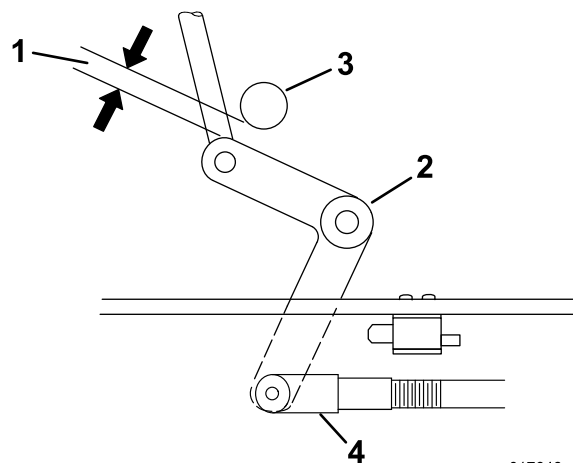

Figura 50
4. Ajuste la longitud del acoplamiento hasta que el extremo inferior de la palanca acodada casi roce el refuerzo del soporte del eje (Figura 50).
9. Afloje la tuerca de la horquilla (Figura 50).